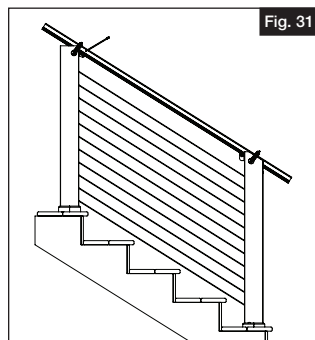

Fig. 31
- 5.** a. Sujete la viga superior con pinzas en el costado de los postes de la escalera alineándola con los soportes. Marque la viga en los postes (Fig. 31). Corte la viga superior en esa marca y en ese ángulo.